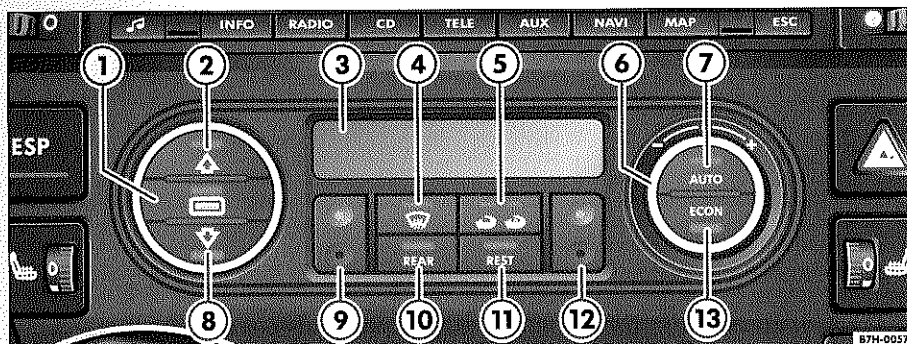

Fig. 7 3C-Climatronic: mandos delanteros en el tablero de instrumentos
– Pulse la tecla correspondiente $\Rightarrow$ fig. 7 para activar o desactivar una función. Cuando se active la función, la tecla se ilumina con una luz amarilla.